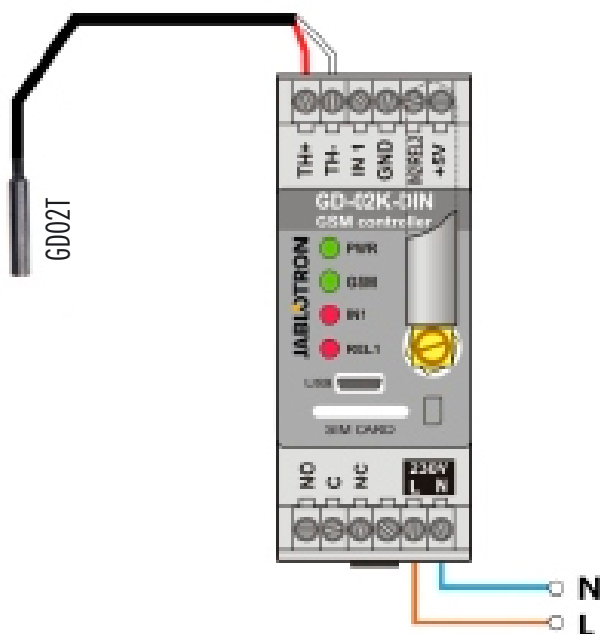

Abb. 4: Temperaturüberwachung. R – rotes Kabel; W – weißes Kabel
- Achten Sie beim Anschluss des Temperatursensors auf die richtige Polarität (rotes Kabel = TH +, weißes Kabel = TH-), siehe Abbildung 4.